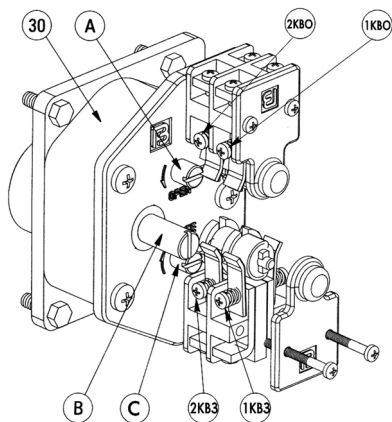

Рис. 2 Ограничитель хода выходного вала
**Ограничитель хода выходного вала** состоит из редуктора 30 (рис. 2) и роторного механизма микровыключателей.
Ограничитель хода выходного вала (рис. 2) через переходной вал механически связан с выходным валом электропривода. После надлежащей настройки ограничитель хода выходного вала соответствует определенным положениям затвора. При достижении затвором арматуры этих положений срабатывают соответствующие микровыключатели, отключая электропитание электродвигателя.